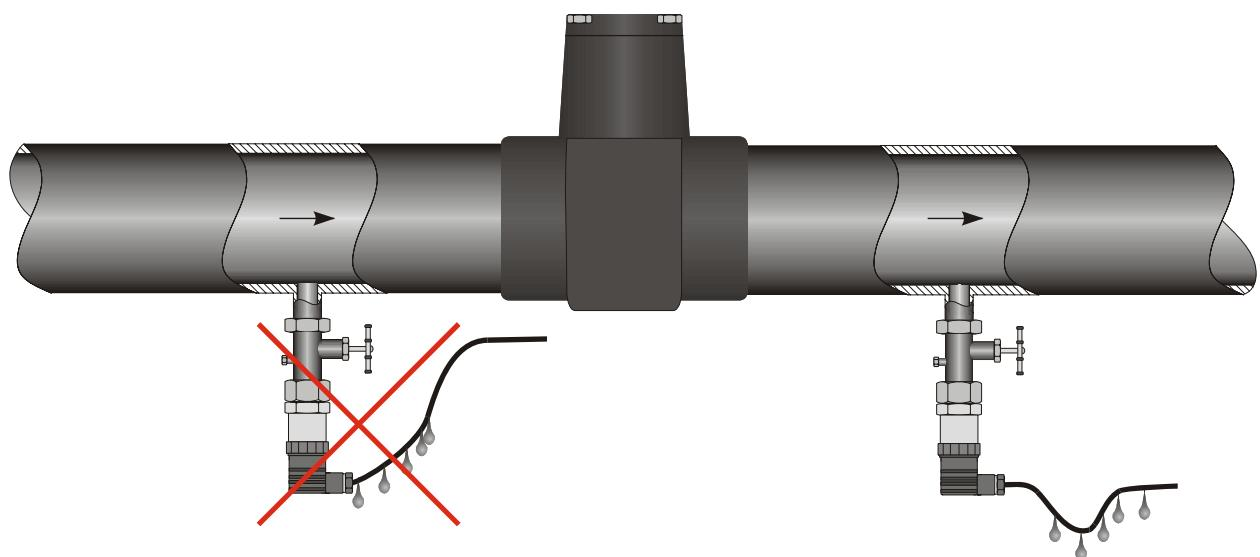

Рисунок 4. Неправильная (слева) и правильная (справа) прокладка кабеля датчика.
2.4.5. Отборные устройства для установки датчиков желательно монтировать на прямолинейных участках, на максимально возможном удалении от насосов, запорных устройств, колен, компенсаторов и других гидравлических устройств. Особенно не рекомендуется устанавливать датчик перед запорным устройством, если измеряемая среда – жидкость (см. рис. 4). При наличии в системе гидроударов, рекомендуется применять датчик в комплекте с демпфером гидроударов.